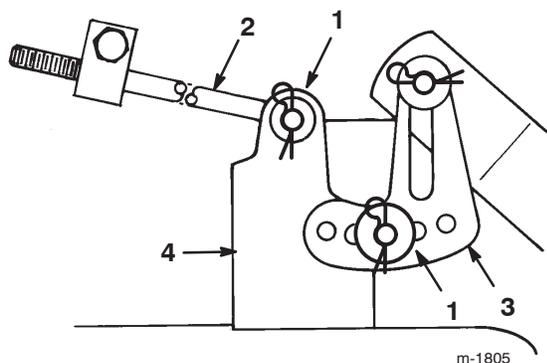

Figure 49
7. Enlevez la goupille fendue et la rondelle de l'une des pattes de mise à niveau (Fig. 49).
8. Fixez la patte de mise à niveau dans un autre trou à l'aide de la rondelle et de la goupille fendue (Fig. 49).